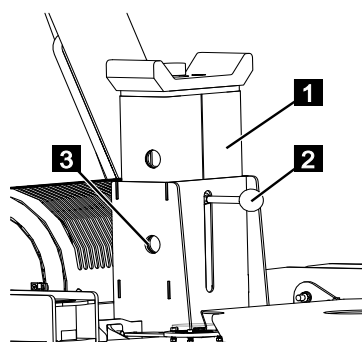

Fig. 117
6. Tirer le support du bras télescopique (Fig.117/1) par la poignée (Fig.117/2) vers le haut jusqu'à ce que le trou souhaité (Fig.117/3) coïncide.